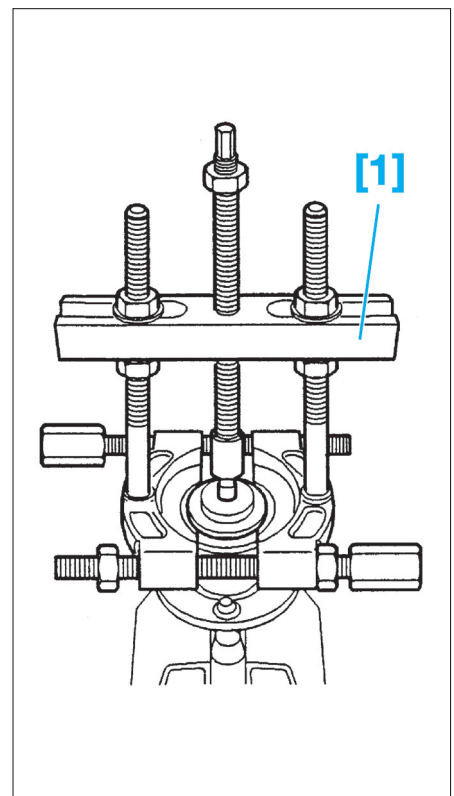

FIG. 17
- [1]. Extracteur (Fig.17).
- À l'aide d'un extracteur approprié, extraire la bague intérieure du roulement restée sur le moyeu (Fig.17).